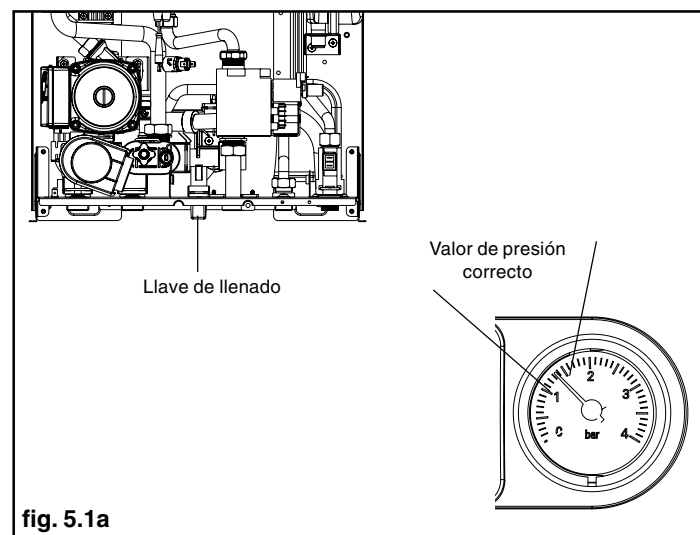

fig. 5.1a
- abrir la llave de llenado (fig. 5.1a) hasta que el valor de presión esté entre 1 y 1,5 bar.